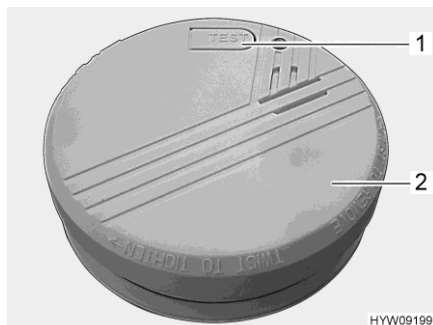

Fig. 118 Détecteur de fumées
- Tourner le détecteur de fumées (Fig. 118,2) dans le sens inverse des aiguilles d'une montre jusqu'à ce qu'il se détache de la fixation.
- Tester le détecteur de fumées. Appuyer pour cela sur la touche de contrôle (Fig. 118,1). Le signal d'alarme doit retentir.